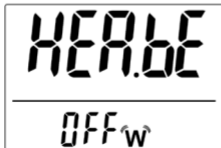

Abb. 7
Im Display ist „Abb. 7“ für diesen Modus zu sehen. Stellen Sie diesen mit der „M/△“ Taste entweder ein (ON) oder aus (OFF).